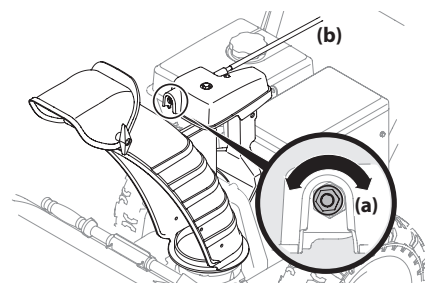

Figura 4-9
1. A fin de aumentar la precarga, ajuste la tuerca hexagonal (a) en el sentido de las agujas del reloj con intervalos de ¼ de giro. Se deberá mantener fija la varilla de control del canal (b) mientras se ajusta la tuerca. Consulte la Figura 4-9.